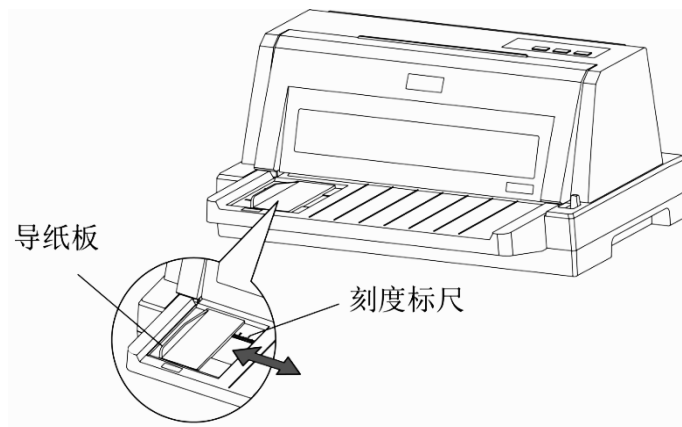

图 2
- 2) 载纸板左侧有一个进纸定位用的导纸板，如图 2 所示，导纸板可以左右移动。您可参考载纸板上的刻度标尺，移动导纸板到合适位置。